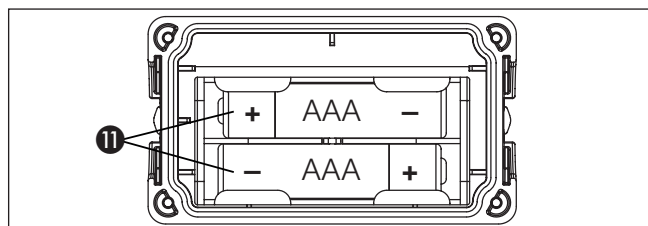

Fig. 3 Dos du WMS Capteur de vent
- Pour échanger les piles (type AAA, CEI LR03, «Micro»), dévisser les quatre vis au dos du boîtier. Ouvrir le compartiment (Fig. 3) et insérer des piles neuves. Veiller à placer les pôles plus (+) et moins (-) en concordance avec ceux inscrits dans le compartiment des piles.